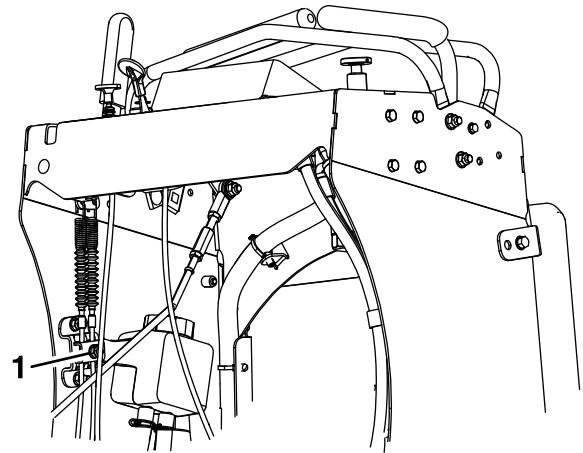

Figura 50
4. Afloje la abrazadera de los cables de freno, debajo de la consola (Figura 50).